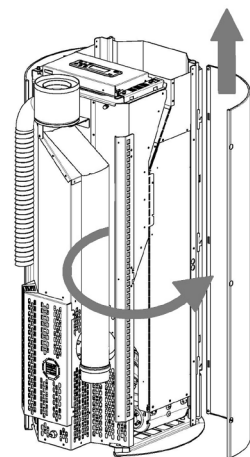

Fig. 73 - Abnehmen der Seitenwand
- Die hinteren Schrauben der Seiten festziehen (siehe **Fig. 73**).